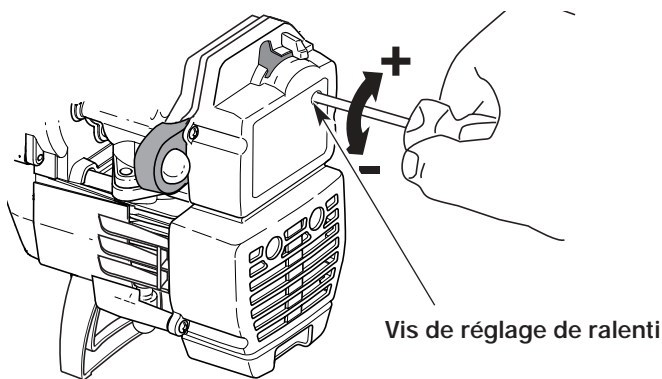

Fig. 18
Le régime ralenti du moteur est réglable par le couvercle du filtre à air/silencieux (Fig. 18).
2. Relâchez le levier d'accélérateur et laissez le moteur au ralenti. Si le moteur s'arrête, insérez un petit tournevis à embout cruciforme ou à tête plate dans le trou du filtre à air/couvercle du silencieux (Fig. 18). Vissez la vis de ralenti de 1/8 de tour à la fois (selon le besoin) jusqu'à ce que le moteur se mette bien au ralenti.